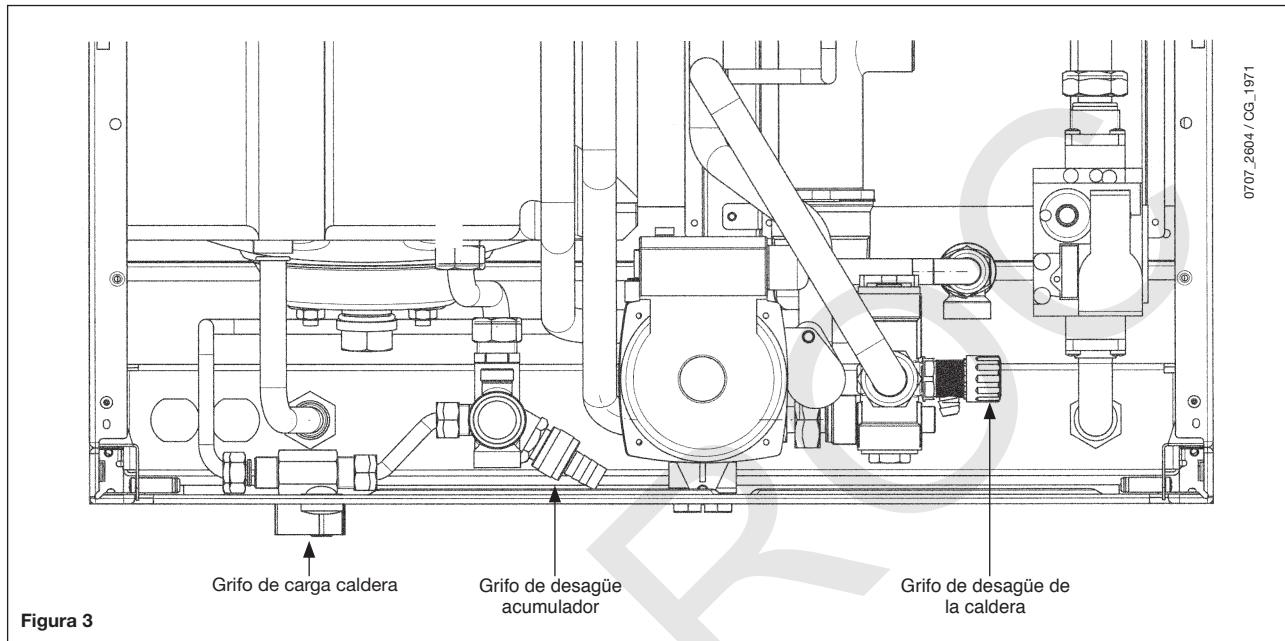

Figura 3
**IMPORTANTE:** Controlar periódicamente que la presión, leída en el manómetro (8 figura 1) y con instalación fría, sea de 1 - 1,5 bar. En caso de sobrepresión, actuar sobre el grifo de desagüe caldera. Si es inferior, obrar sobre el grifo de llenado de la caldera (figura 3).